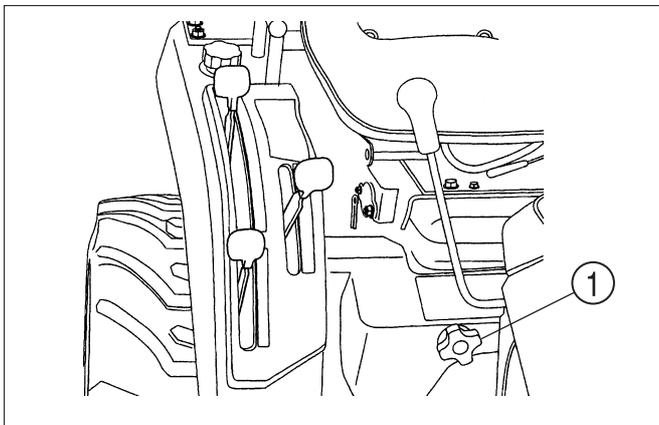

FIG. 26
**FIG. 26 :** La molette de vitesse d'abaissement ①, ajuste la "vitesse de chute" des outils sur l'attelage trois points. Tourner la molette dans le sens des aiguilles d'une montre permet d'augmenter la durée d'abaissement et la tourner dans le sens contraire des aiguilles d'une montre va diminuer le temps d'abaissement. Tourner la molette à fond dans le sens des aiguilles d'une montre va verrouiller l'outil (ou l'attelage) en position relevée pour le transport.